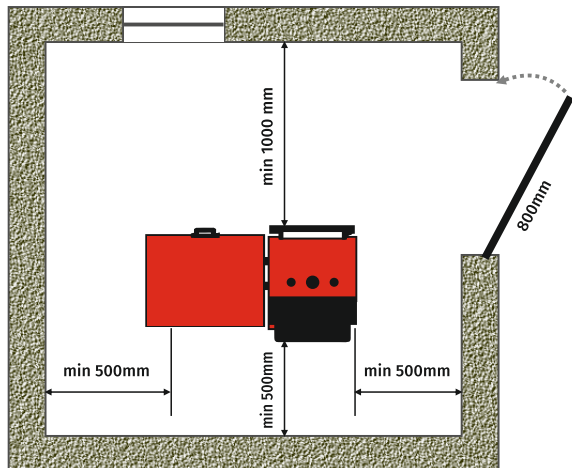

Рис. 5
4.10. С боковых сторон необходимо оставлять пространство для доступа к задней части котла, не менее 500 мм. (Рис. 5).